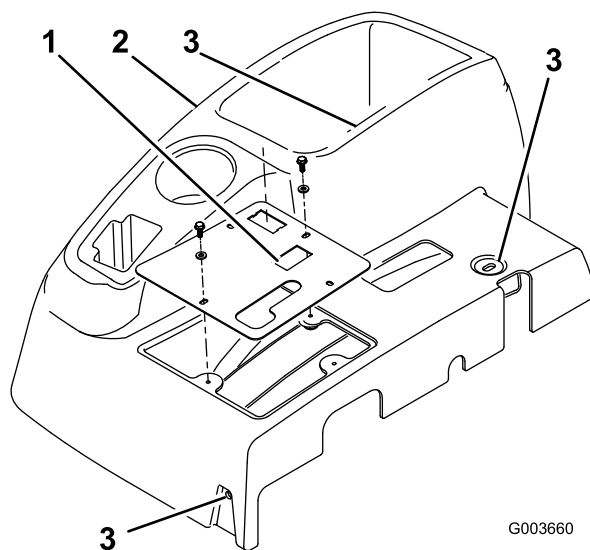

Figura 1
3. Retire as 4 anilhas e parafusos que ligam o painel de controlo à consola (Figura 1).
5. Retire o painel de controlo (Figura 1).
6. Retire os 3 parafusos que prendem a consola à estrutura (Figura 1). Retire a consola levantando cuidadosamente a extremidade inferior da consola à volta do suporte de apoio e deslizando-a para além do manípulo do travão.